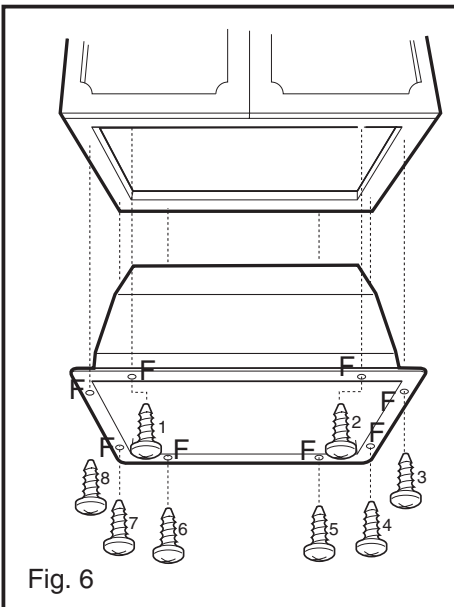

Fig. 6
- Die Oeffnung, welche in den Boden des haengenden Elements gemacht werden muss, muss dem Mass auf Bild 6 entsprechen.
- c) Schrauben sie die beigelegten Schrauben in die Loecher F und befestigen sie damit die Einrichtung auf das haengende Element (Bild 6).